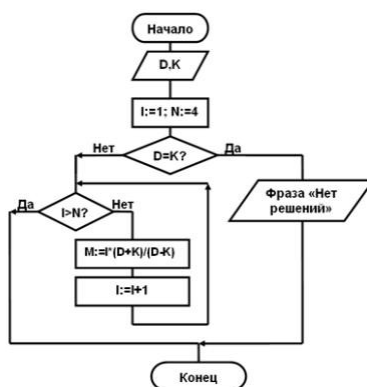

Рис. 2. Блок-схема циклического алгоритма
5. Сравните созданный Вами алгоритм с представленным на рис. 2.